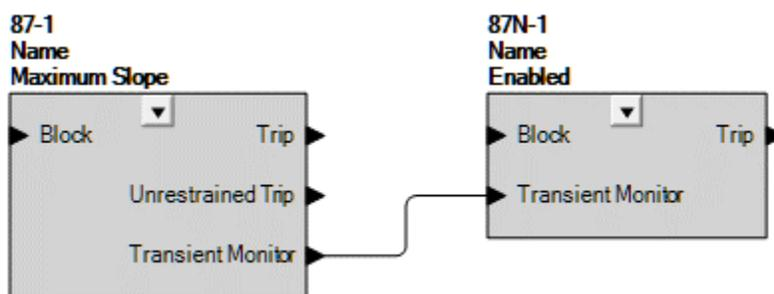

图 40-1. 瞬态延迟逻辑
用户定义的瞬态延迟时间可防止在穿越性故障期间因 CT 饱和而导致的误动作。常见的是，来自相电流差动 (87) 功能的瞬态监测功能检测到 CT 饱和，并被路由到 87N 瞬态延迟启动。当瞬态监视器逻辑输入被置位时，87N 跳闸逻辑输出将通过一个定时器进行路由。请参见图 40-1。定时器应设置为比保护区域外故障的正常清除时间长，来允许其穿越，直到外部故障被清除。